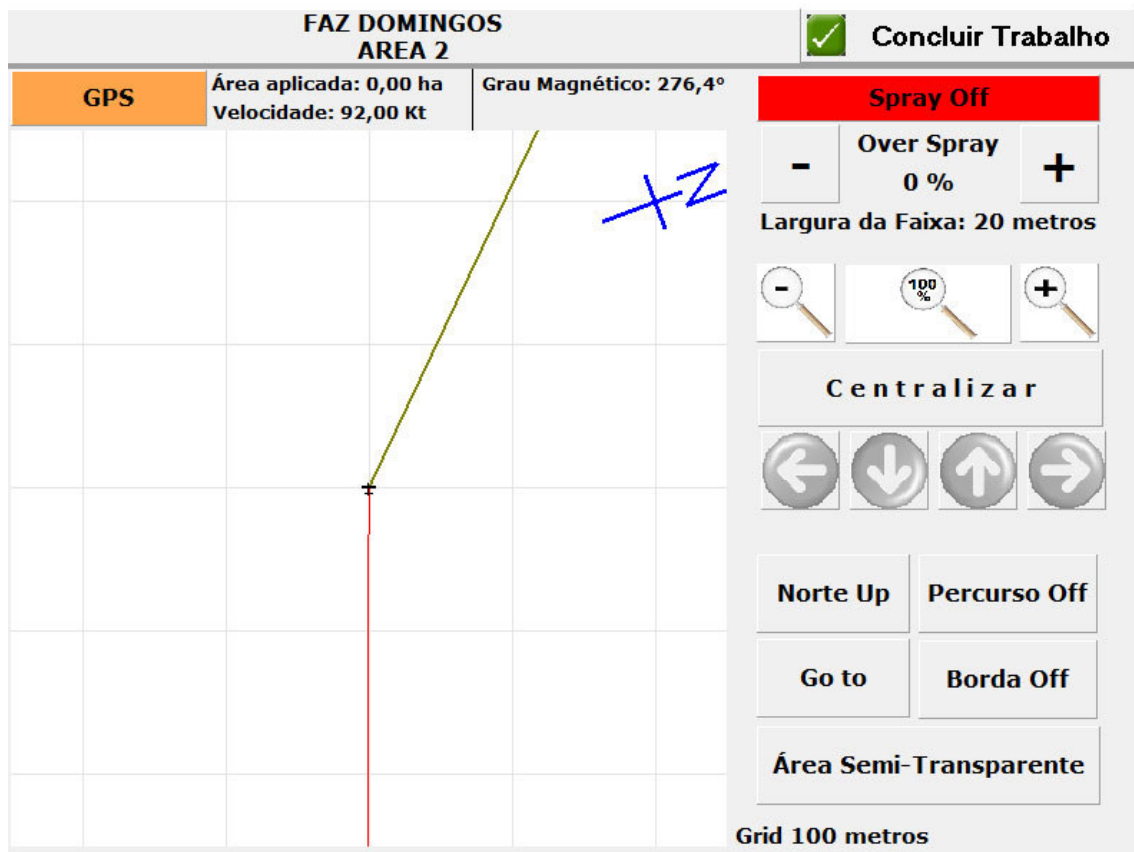

Figura 25
**Tela de trabalho** – Mostra as funcionalidades da página de trabalho, escondendo as funcionalidades do “Go to” (Figura 25).